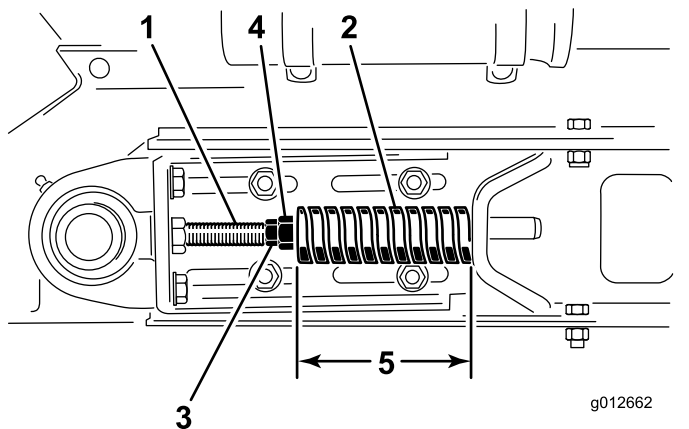

Figure 20
3. Desserrez l'écrou de blocage arrière (Figure 20).